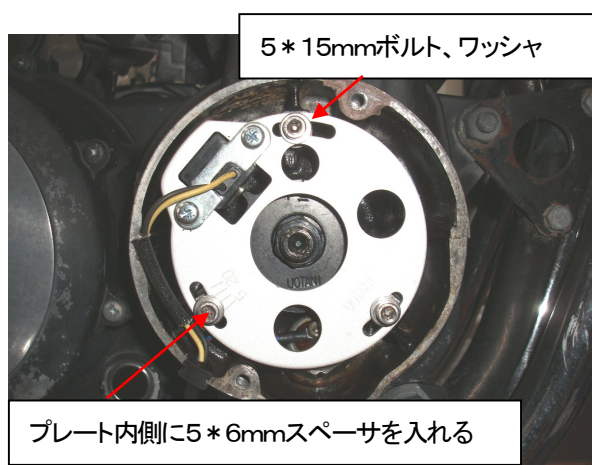

図3、SP2 タイミングプレート
- ③SP2 ピックアップコイルASSY(タイミングプレート付)を付属の5 * 15mmボルト、5mmワッシャ、5 * 6mmスペーサを使用して装着してください。ピックアップコイルのエアギャップを0. 4~0. 6mmに調整して下さい(図3、4、5)。油圧センサの端子(青または青／赤)を接続して下さい。油圧センサの無い機種は必要ありません。
- ④9ページ「プラグコードコネクタ装着方法」に従ってプラグコードを SP2 コイルに装着して下さい。プラグコード／ギャップはリーク防止のため、新品又は良品を使用して下さい。